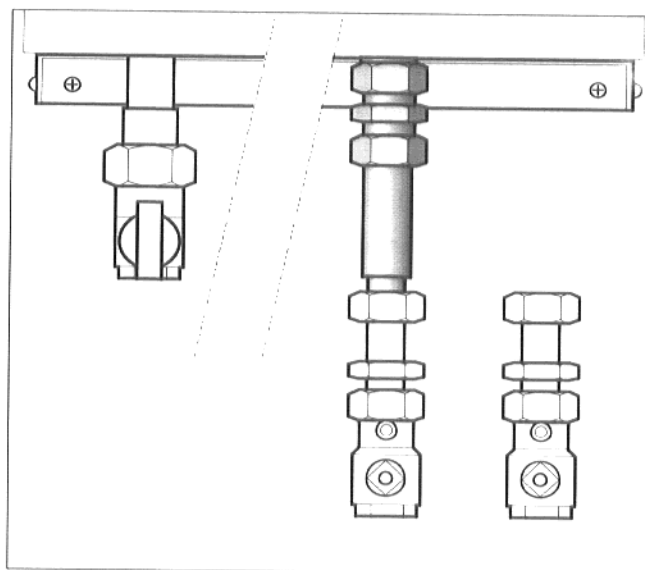

Fig. 7: tubo di ritorno, rubinetto di manutenzione
- Montare il tubo di ritorno con anello torico incorporato e morsetto di sicurezza al ritorno caldaia (Fig. 7).
- Montare il giunto tra il tubo di ritorno ed il rubinetto di manutenzione e collegare il tubo di ritorno con il rubinetto di manutenzione al collegamento murale del ritorno (Fig. 7).